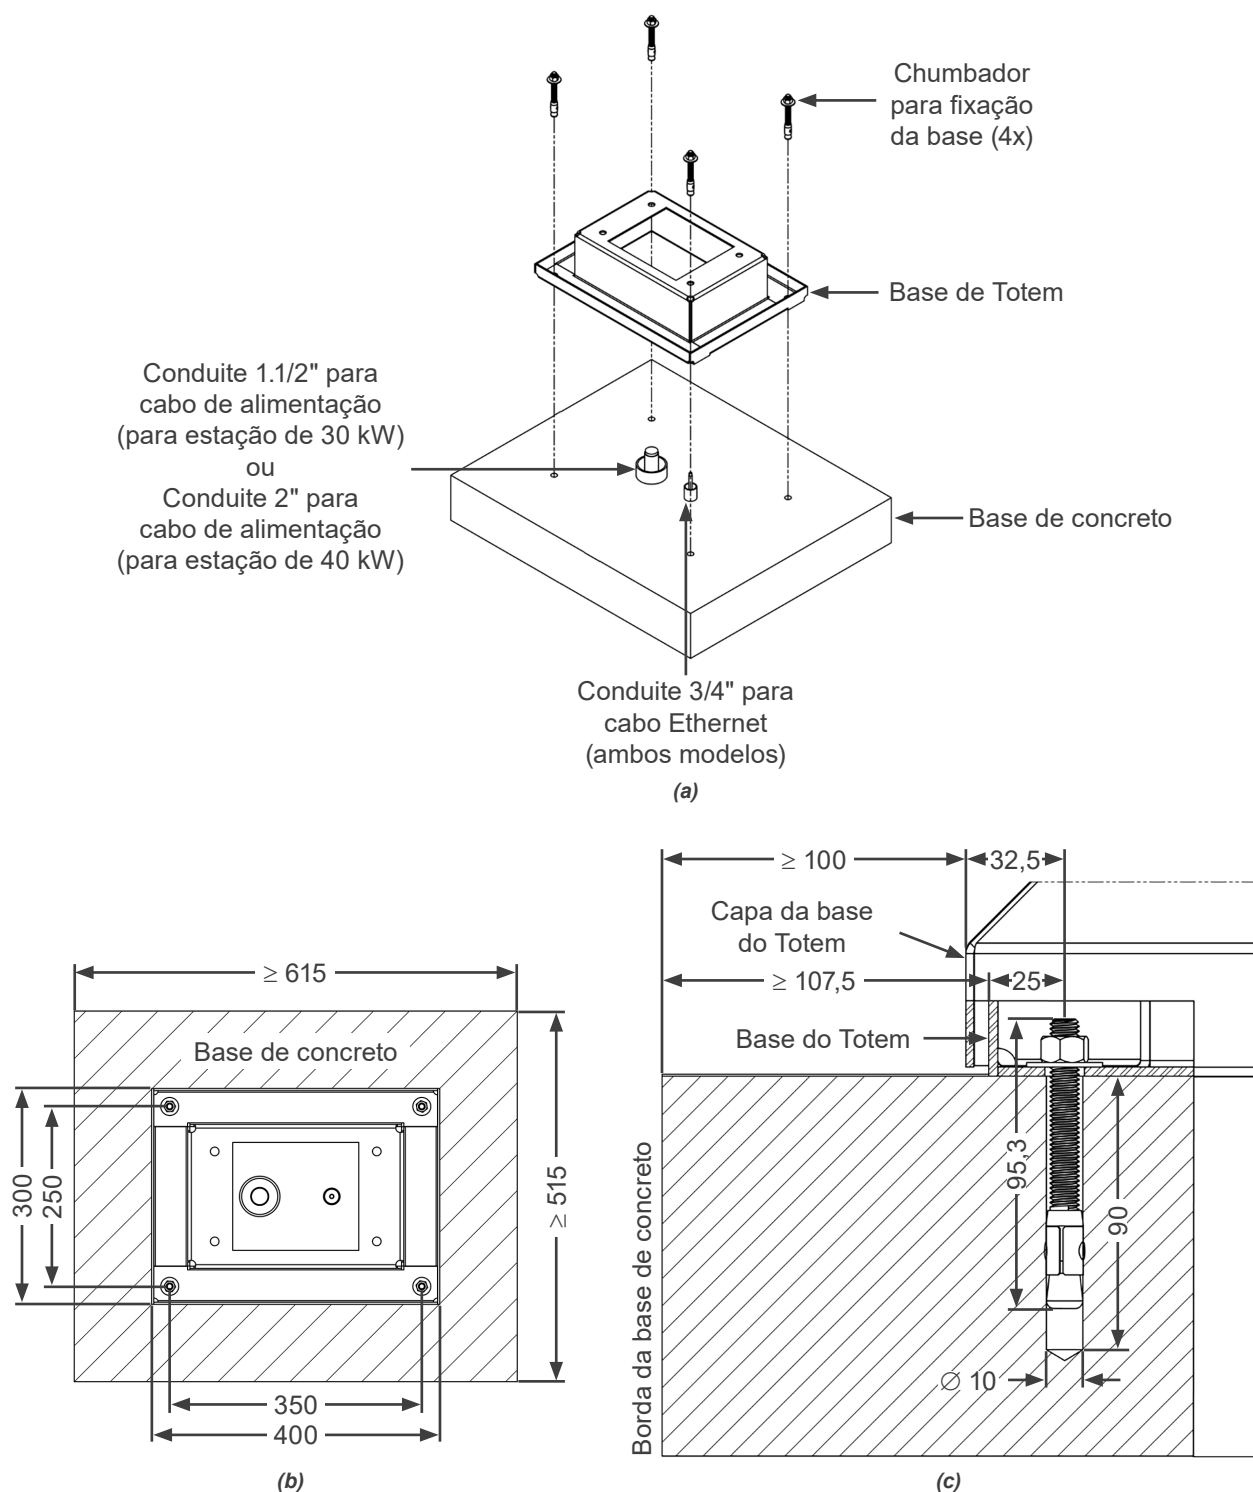

Figura 3.9: (a), (b) e (c) Dimensões da base de fixação do totem em mm
A base do totem deve ser fixada à uma base de concreto através de quatro (04) chumbadores (3/8"), fornecidos junto com o produto, que devem ser furados ou já concretados conforme distâncias indicadas na Figura 3.9 na página 3-10.